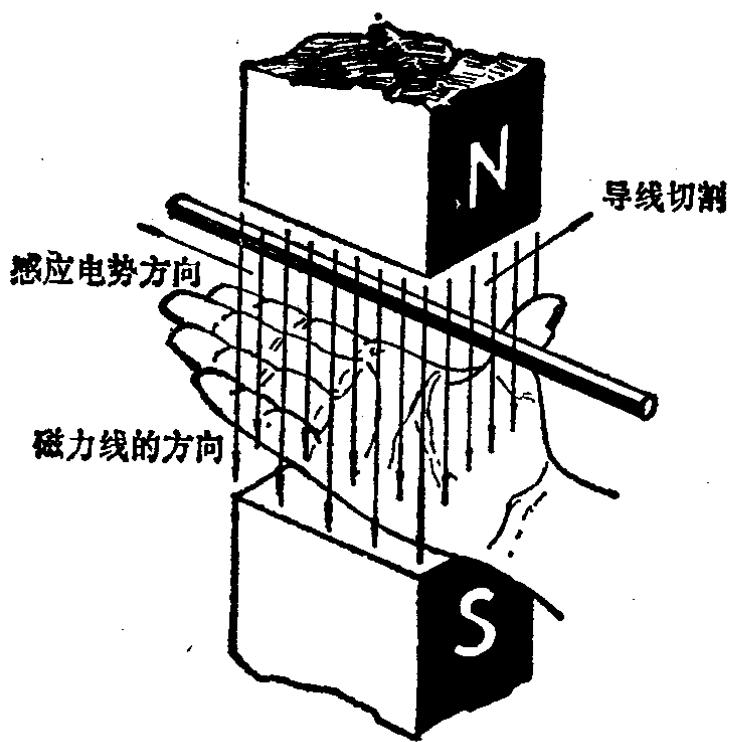

图 6 发电机右手定则
(11) 发电机右手定则——加外力给导线，使导线在磁场内运动，则导线中会感生电动势，如果导线是闭路的则导线内流有感应电流。感应电动势的方向如下确定：右手平伸，使大拇指与其余四指垂直，手心向着磁力线的方向，大拇指与导线的运动方向一致，则其余四指就是感应电动势的方向(图6)。